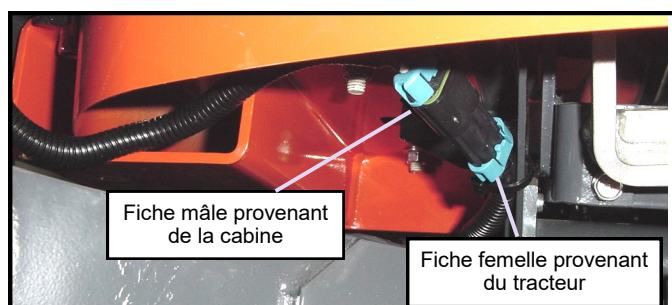

Figure 3.13 : Connexion de la fiche de la cabine au tracteur
- 3.13 Attachez le connecteur résistant aux intempéries à la partie avant droite de la cabine au connecteur du faisceau du relais situé sous la monture avant droite (voir la figure 3.13).